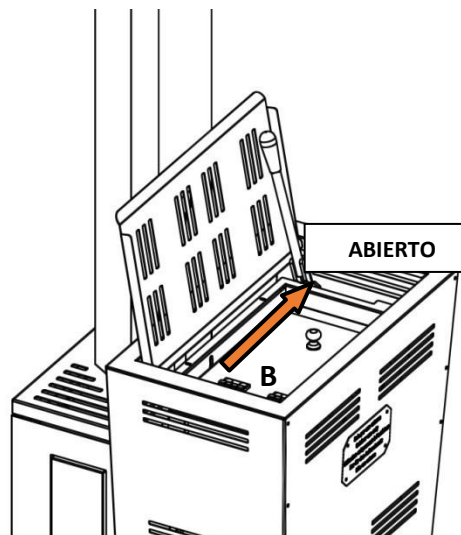

Fig. 10
- Mueva la tapa **B** mediante el pomo hacia la posición de abierto (fig. 10).